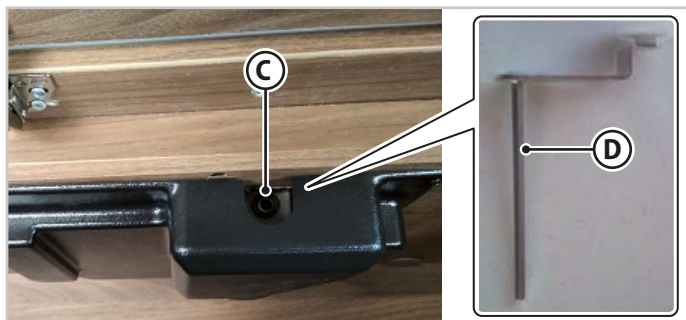

Fig.6.16 - Sbloccaggio letto elettrico tipo A
2. Sulla parte anteriore del motore, inserire la chiave (D - Fig.6.16) all'interno della vite (C - Fig.6.16) per la movimentazione manuale.